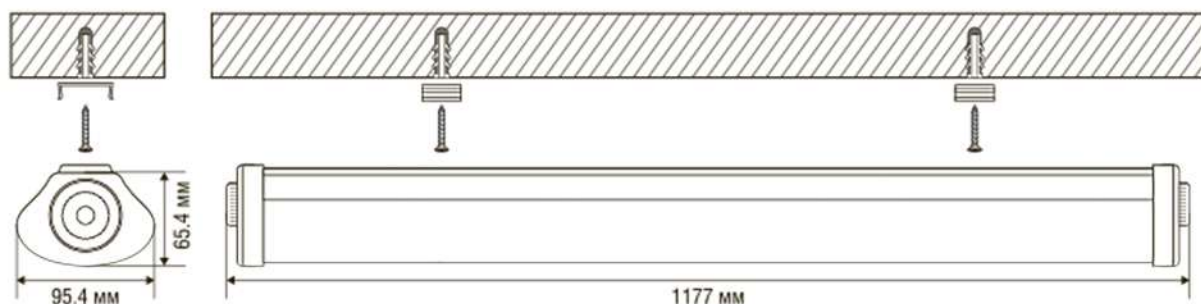

Рис. 1.
- Наметьте место будущей установки светильника и просверлите четыре отверстия, закрепите монтажные скобы как показано на Рис. 1. Вставьте в них корпус светильника.